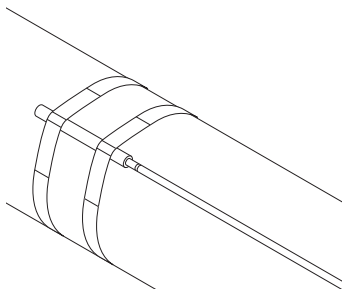

Abbildung 7: Montage des Temperaturfühlers am Rohr
- Temperaturfühler sind auf der Oberseite der Rohrleitung zu positionieren. (Abbildung 7)
- Die richtige Position ist durch zwei Glasseeide-Klebebändern zu fixieren. (Abbildung 7)